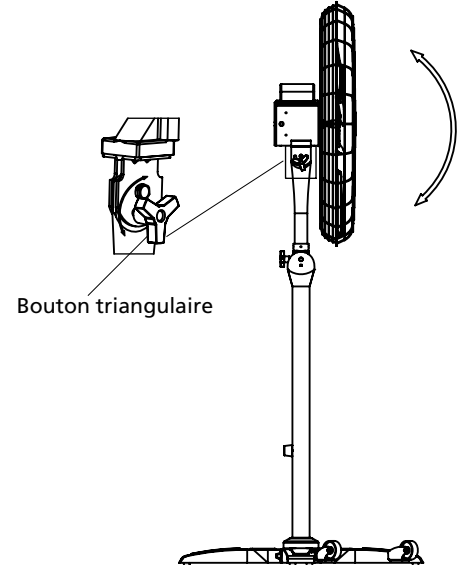

Figure 9
8. Réglez l'angle d'inclinaison en serrant le bouton triangulaire du montant supérieur. (Figure 9)